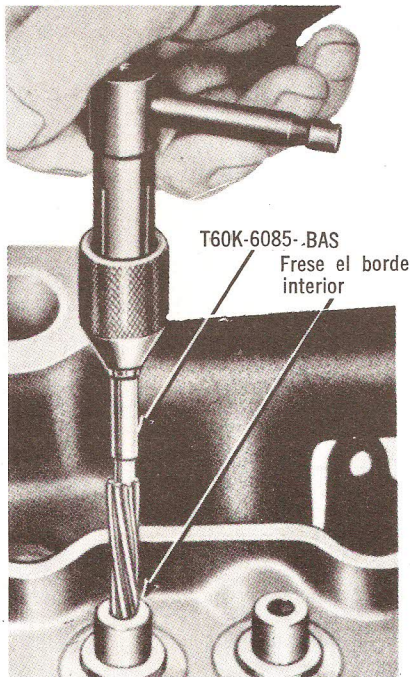

Fig. 11 — Escariado de Guías de Válvula. Ilustrativo
Si fuese necesario escariar una guía de válvula (Fig. 11) para instalar una válvula con vástago de mayor medida, está disponible un juego de escariadores que contiene las siguientes combinaciones de escariador y guía (piloto): Escariador de 0.003" de Mayor Medida (MM), con guía de diámetro normal; Escariador de 0.015" de MM con guía de 0.003" de MM; y un Escariador de 0.030" de MM con guía de 0.013" de MM.